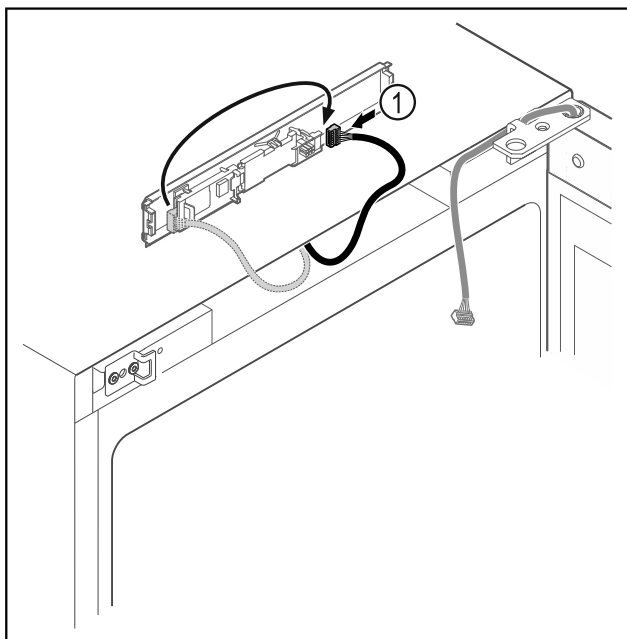

Fig. 15
- Dugja át a dugót Fig. 15 (1) a NYÁK-ba.